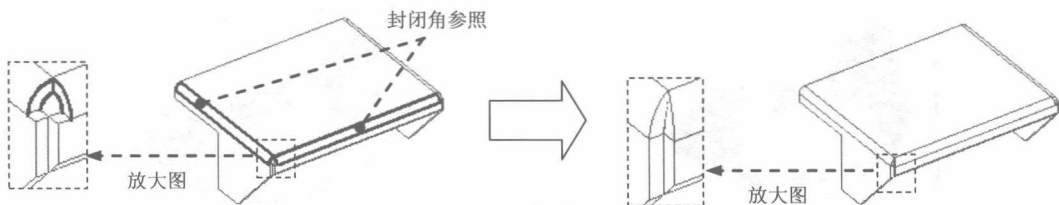

图 1.9 封闭角特征 1
Step9. 创建图 1.9 所示的封闭角特征 1。单击“主页”功能选项卡“钣金”工具栏中的“封闭二折弯角”按钮；选取图 1.9 所示的相邻折弯特征为封闭角参照；在“封闭二折弯